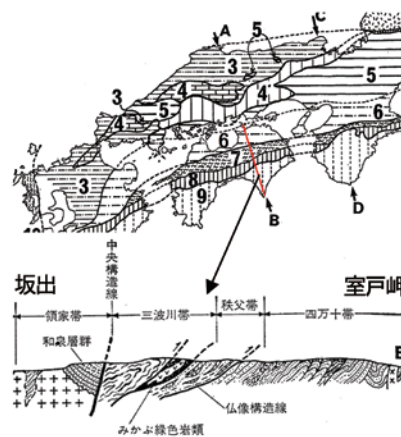

図1. 四国の模式断面^[1] 一部加筆
四国の地質構造は、基本的に東西方向の帯状に配列しており、北から①領家帯、中央構造線を挟んで②三波川帯、③秩父帯、④四万十帯に大別されます(図1)。領家帯の南部には和泉層群が分布し、秩父帯と四万十帯はさらに細分されることが多いです。